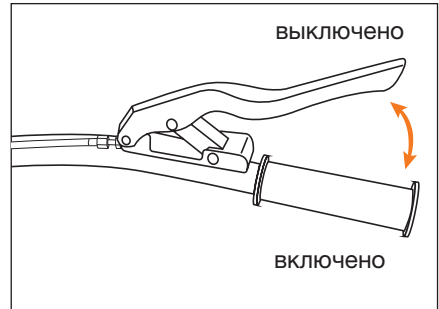

Рис. 15.1
- Плавно нажмите рычаг сцепления (рис.15.1) и начните движение.